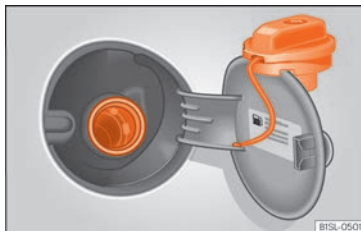

Fig. 40 Tapa del dipòsit oberta amb el tap enganxat.
- Extraieu el tap del dipòsit girant-lo en sentit contrari a les agulles del rellotge i subjecteu-lo a la part superior de la tapa del dipòsit »» **fig. 40**.